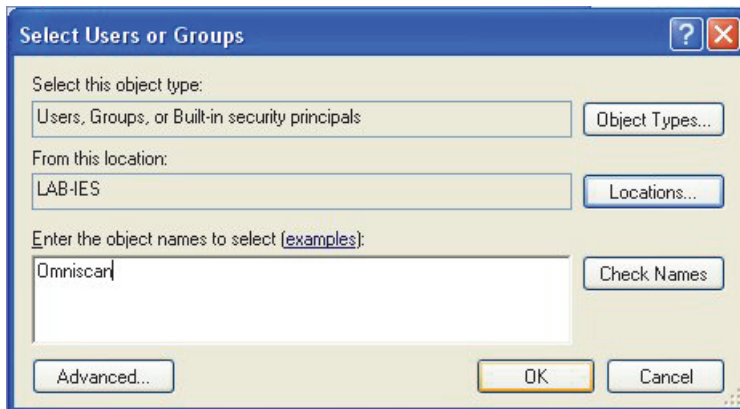

图 7-16 选择用户或组对话框（Windows XP）
8. 在 **Select Users or Groups**（选择用户或组）对话框中，点击 **Locations**（位置）按钮（参见第 184 页的图 7-16）。
10. 返回到 **Select Users or Groups**（选择用户或组）对话框，在 **Enter the object names to select**（输入要选择的项目名称）对话框中，输入 **Omniscan**（参见第 184 页的图 7-16），然后点击 **OK**（确定）。
13. 在 **Select Users or Groups**（选择用户或组）对话框中，点击 **Locations**（位置）按钮（参见第 184 页的图 7-16）。
15. 返回到 **Select Users or Groups**（选择用户或组）对话框，在 **Enter the object names to select**（输入要选择的项目名称）对话框中，输入 **Omniscan**（参见第 184 页的图 7-16），然后点击 **OK**（确定）。